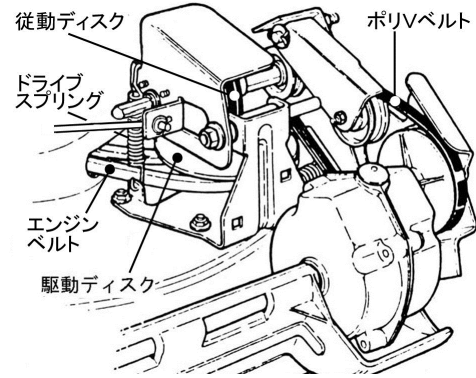

図 6-5
- 芝刈機がクラッチレバーを握っても走行しない場合は次のように点検してください。(図6-5)